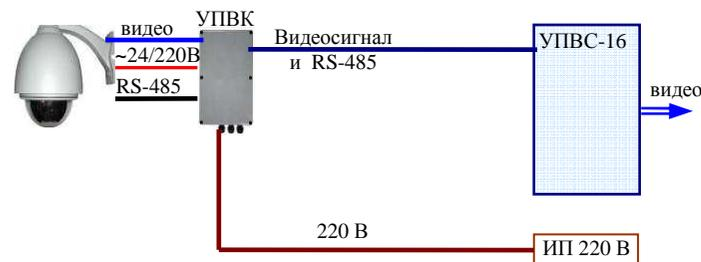

Рисунок 1.1. Схема применения УПВК в комплекте с устройством приёма видеосигналов УПВС-16
1.2 УПВК применяется (рис.1.1) в комплекте с устройством приёма видеосигналов типа УПВС-16 ФИДШ.468369.002ТУ или с устройством типа модуля приемника видеосигнала 8-канального ФИДШ.468349.006ТУ (из состава сервера типа СЛЗ ФИДШ.425661.001ТУ интегрированного комплекса «Пахра»). Полную информацию можно получить на сайте [www.asbgroup.ru](http://www.asbgroup.ru).